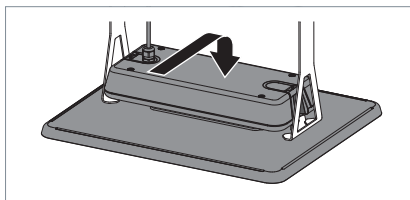

Fig. 4: Accrocher le luminaire à la fixation au plafond.
- ▶ Accrochez le luminaire à la fixation au plafond, voir Fig. 4.